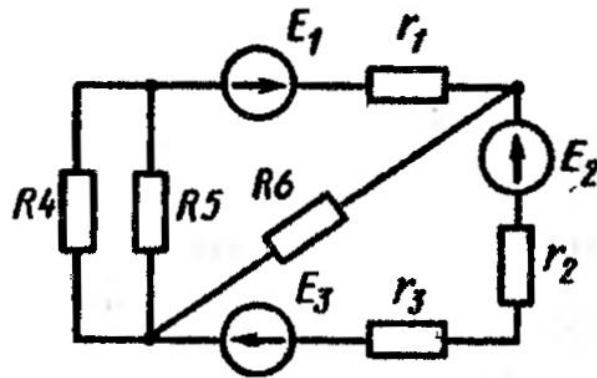

Рис. 4.7
**ЗАДАЧА 4.8.** Определить токи во всех ветвях сложной электрической цепи (рис. 4.7) при заданных значениях  $E_1 = 1,5 \text{ В}$ ,  $r_1 = 0,5 \text{ Ом}$ ,  $E_2 = 4,5 \text{ В}$ ,  $r_2 = 0,4 \text{ Ом}$ ,  $E_3$